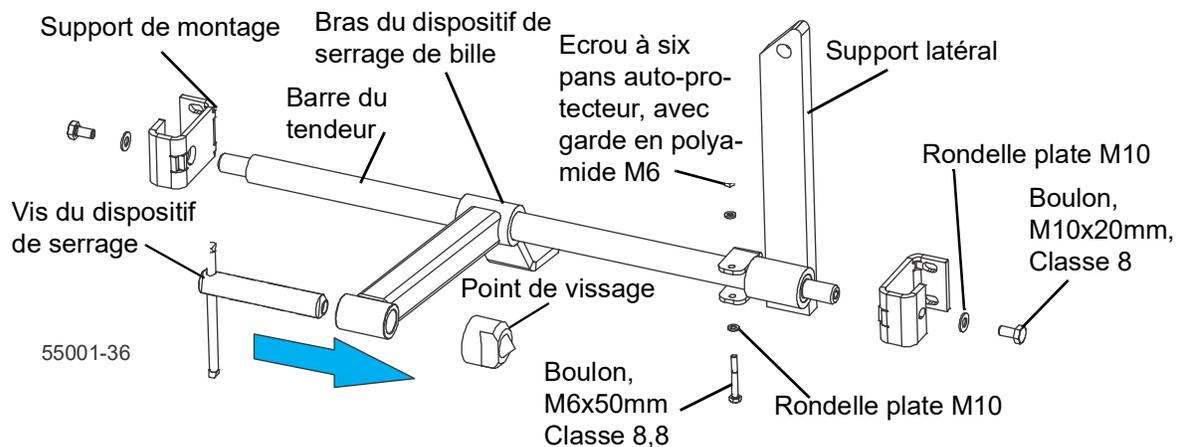

FIG. 3-5
2. Installez la vis du dispositif de serrage et le point de serrage sur le bas du dispositif de serrage de bille. Voir Figure 3-5.